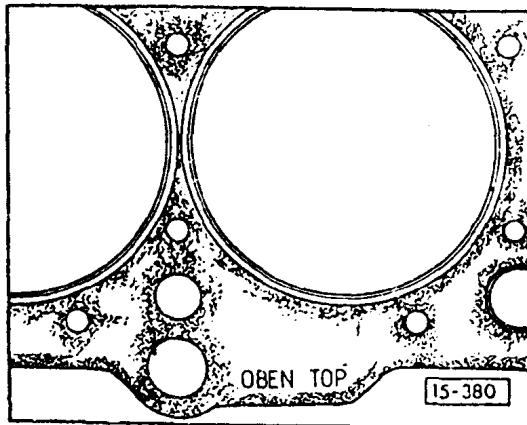

图 8
- 气缸盖密封件一定要更新，放上气缸盖衬垫时位置要准确，从上往下看要能看到如图 8 所示的字样。